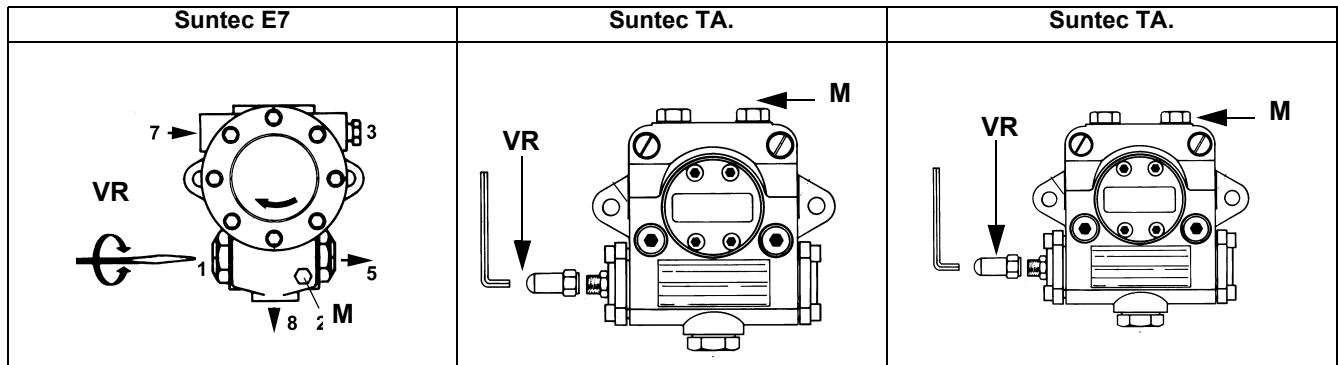

Рис. 30
- выпустить воздух со штуцера (**М**) манометра насоса (Рис. 30), расслабив слегка заглушку, но не снимая ее; затем отпустить контактор;